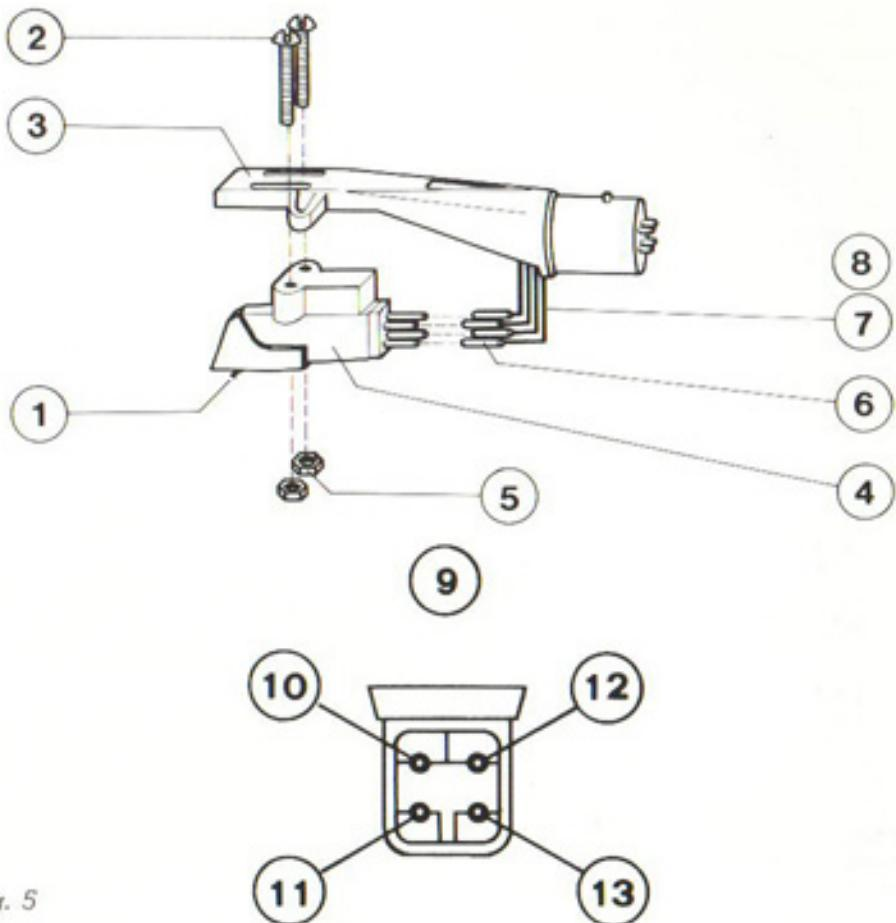

Fig. 5
- fissare la testina alla shell senza togliere la protezione della puntina, utilizzando un piccolo cacciavite e senza stringere a fondo le viti (Fig. 5);
- connettere con delicatezza sugli attacchi della testina i terminali dei fili, tenendo conto dei colori come indicato in Fig. 5;
- install new cartridge to the headshell, without removing stylus cover (see Fig. 5) and using a small screw driver. At this time do not fully tighten the screws;
- following the colour code shown in Fig. 5, carefully connect the lead wires to cartridge pins;